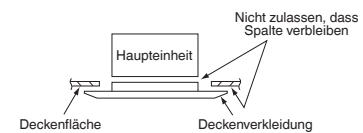

Abb. 7-20
- (4) Sicherstellen, dass die Verkleidung einwandfrei an der Decke befestigt ist.
- Nun sicherstellen, dass zwischen Einheit und Deckenverkleidung, sowie zwischen Deckenverkleidung und Deckenoberfläche kein Spalt vorhanden ist. (Abb. 7-20)